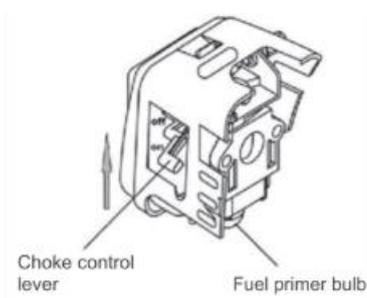

Рис.8
2. Несколько раз нажмите на грушу подкачки топлива (от 5 до 10 нажатий), пока топливо не попадет в карбюратор. (см. рис. 8)
3. Переместите рычаг воздушной заслонки вверх в положение «ВЫКЛ» (= подача воздуха отключена, т. е. воздушная заслонка включена). (см. рис. 8)